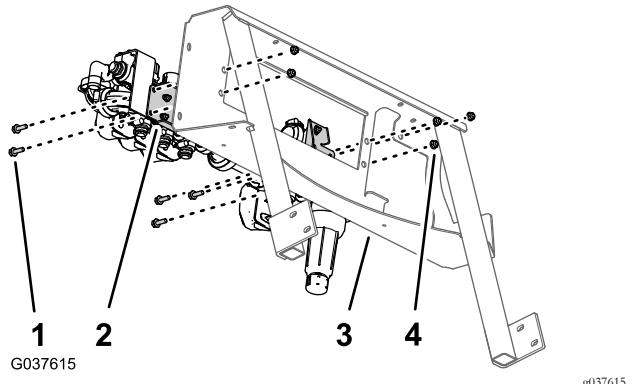

Figura 48
- Alinhe os furos no suporte da válvula com o conjunto da válvula do pulverizador com os furos na montagem da válvula (Figura 48 e Figura 49).
- Monte o suporte da válvula na montagem da válvula (Figura 48 e Figura 49) com os cinco parafusos de cabeça flangeada (5/16 x 1 pol.) e cinco porcas de bloqueio flangeadas (5/16 pol.).